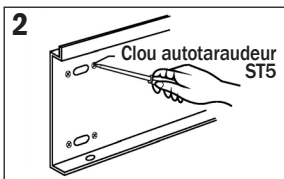

Figure 2
2. Lors de l'installation sur un mur mou tel qu'une planche de bois, utilisez le clou autotarauteur ST5 pour fixer le panneau d'installation sur le mur, comme illustré à la figure 2.